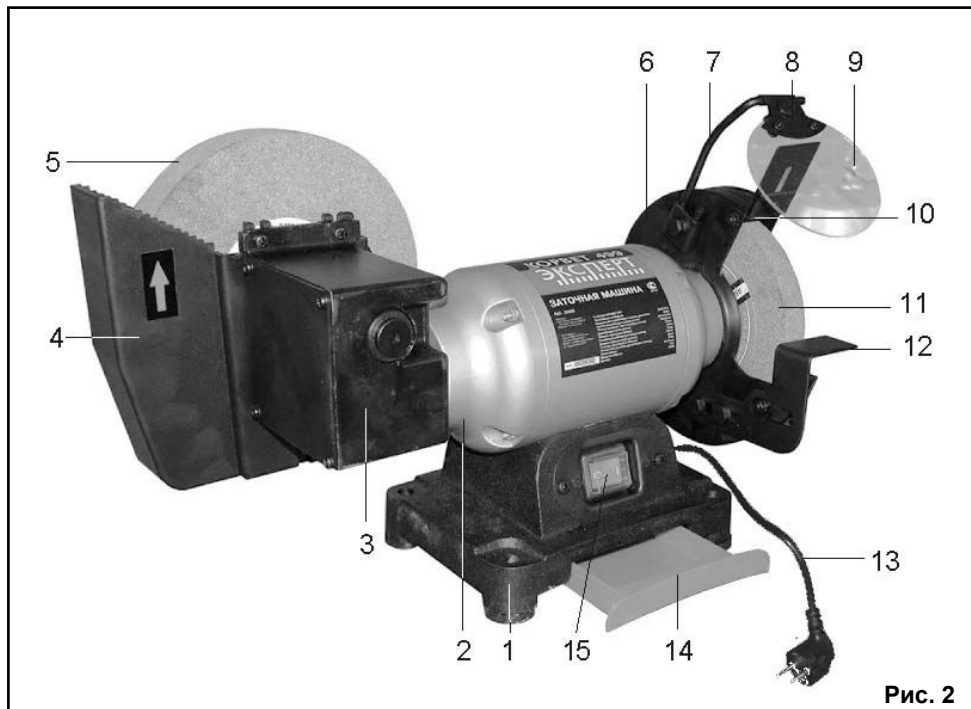

Рис. 2
Машина состоит из следующих сборочных единиц и деталей (Рис.2):
8. МОНТАЖ (Рис. 2)
Каждый раз после окончания работы демонтируйте крышку редуктора (3), Рис.2, очистите механизм от пыли и грязи, и смажьте густой смазкой, установите крышку редуктора (3).
10.1. Пуск машины (Рис.2)
10.2. Заточка режущего инструмента (Рис.2)